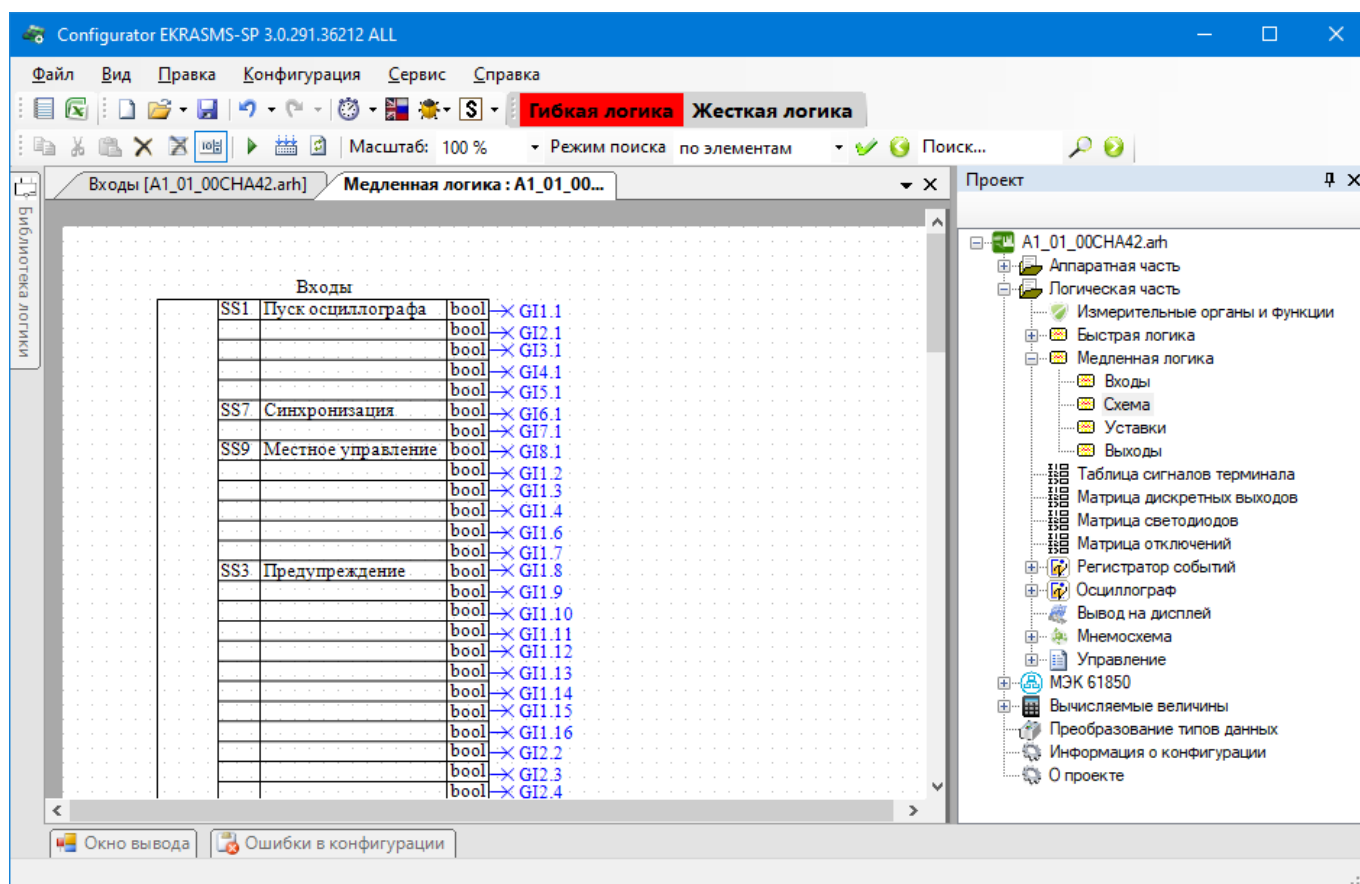

Рисунок 4.106
4.6.3.2.1 Пункт меню «дерева» проекта **Логическая часть** → **Медленная логика** → **Схема** предназначен для создания логической схемы (см. рисунок 4.106).